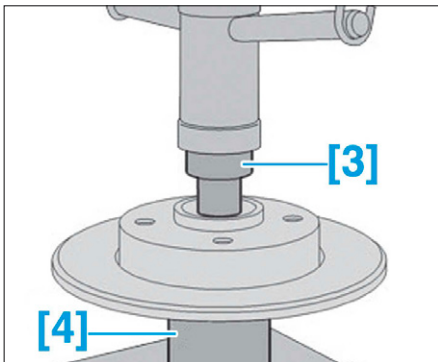

FIG. 39
- Mettre en place les outils [3] et [4] (Fig.39).